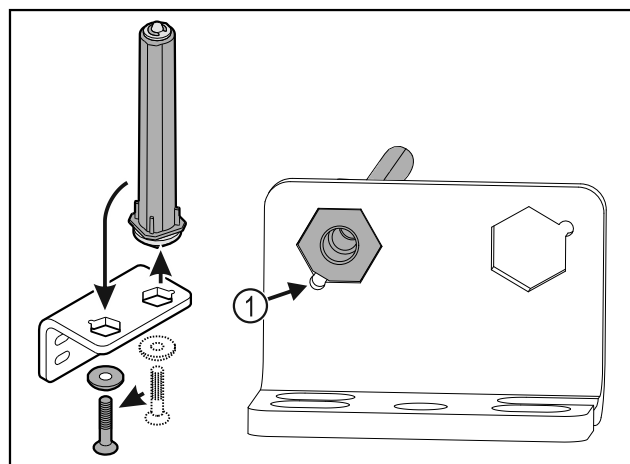

Fig. 34
- Pobrinite se za to da je prilikom umetanja zakošenje na svornjaku Fig. 34 (1) usmjereno prema okrugloj rupi.